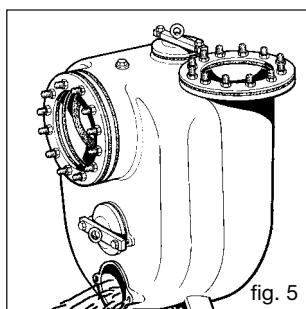

fig. 5
No dejar el cuerpo de la bomba lleno de líquido. Vaciarlo por la compuerta (fig. 5) y el tapón posterior presente en algunos modelos. En los meses invernales el líquido se podría congelar y causar daños a la bomba. Cuando el líquido es peligroso, antes de vaciar el cuerpo de la bomba, tomar todas las precauciones para evitar daños y accidentes.
- Vaciar el cuerpo de la bomba del líquido bombeado por la compuerta de descarga (fig. 5)